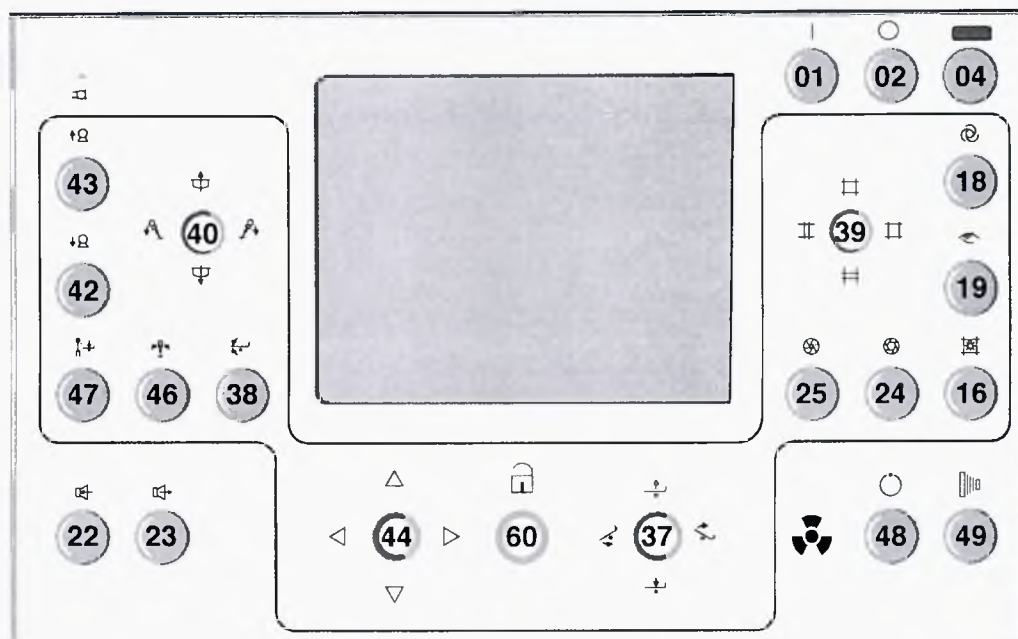
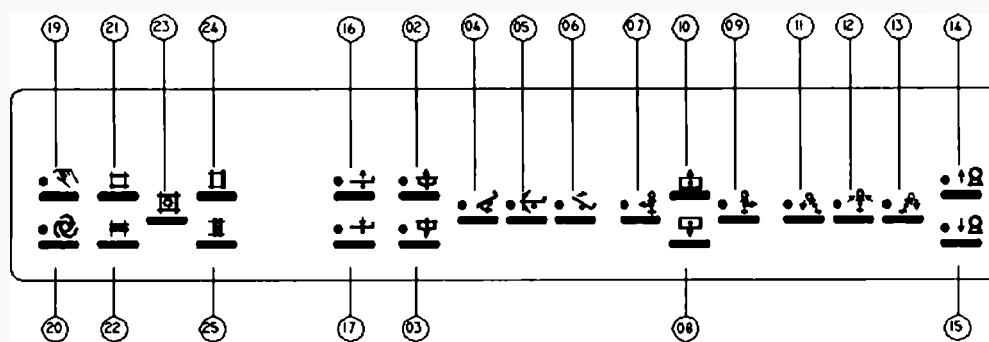

Рисунок 29
Рисунок 30
Оператор может наклонить луч для получения наклонных проекций от 0° до минус 40°, отклонив влево джойстик **40** на пульте управления (см. рисунок 29) или нажав клавишу **11** на клавиатуре ЭСУ (см. рисунок 30).
*По причинам безопасности перемещения при сканировании по направлению к полу блокируются, если угол наклона больше $+85^\circ$ или меньше минус 85° . В случае, если оператору необходимо использовать перемещение в пределах этого диапазона, ему придется нажать на кнопку **60** одновременно с джойстиком **40** (см. рисунок 29)*